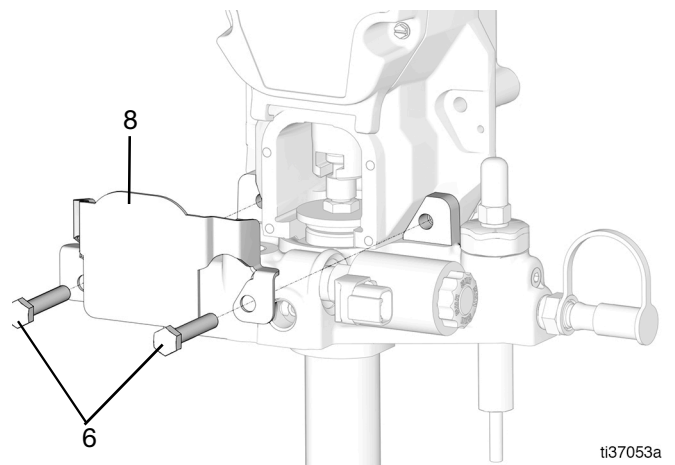

Рис. 32
10. Снимите два болта (6) и две гайки (не изображены) с защитной крышки (8) (Рис. 32).